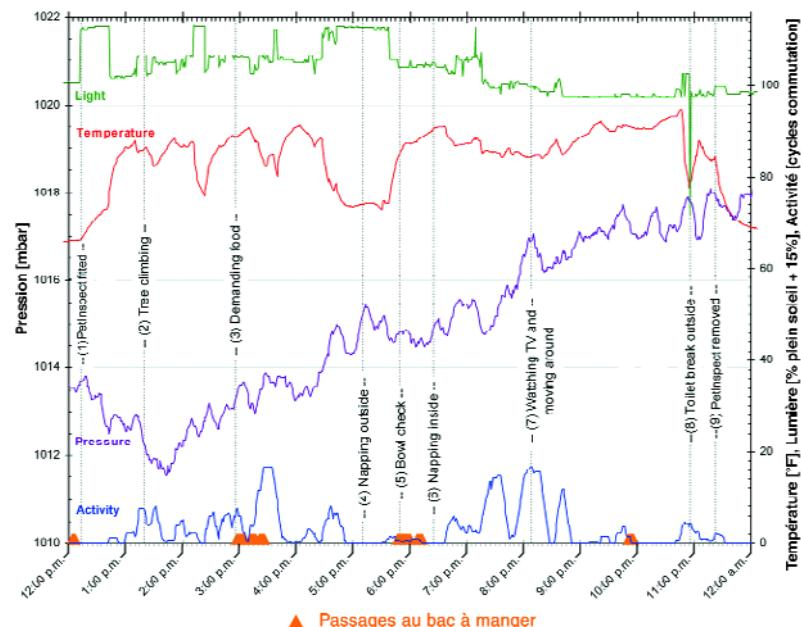

Figure 2. En téléchargeant les données et en les transformant en graphiques dans un tableau, vous pouvez visualiser ce qui se passe pour votre animal.
chargeant une fois par semaine, vous pouvez obtenir des courbes continues pendant la durée de vie de vos piles – deux mois et demi en général. La **figure 2** montre les résultats transmis par un PetInspect porté par Elmo, résultats couvrant une demi-journée avec des intervalles de saisie d'une minute.
Même lorsque le cœur du microcontrôleur est arrêté, l'interrupteur alimente deux compteurs-minuteurs. Le premier est cadencé par l'interrupteur câblé entre la terre et une résistance de forçage connectée à V_{dd} qui fournit le nombre de cycles d'interruption par minutes. Le deuxième minuteur sert de porte logique à l'horloge en temps réel à quartz de 32 kHz vers un autre compteur pour calculer le « pourcentage de fermeture », c'est-à-dire le pourcentage de temps pendant lequel l'interrupteur reste en position fermée. La figure 2 montre une activité accrue quand Elmo était à l'origine de la plupart des événements observés durant la journée – sauf pendant ses siestes !
Dans la figure 2, l'événement (2) montre Elmo grimpant à un arbre. On voit distinctement une baisse provisoire de pression lorsqu'elle est dans l'arbre, suivie d'une rapide augmentation lors de son retour vers le sol. Les variations mineures le long de la courbe sont
Dans la figure 2, lorsque Elmo faisait sa sieste au-dehors (4), il y avait une plus grande quantité de lumière incidente et une température plus basse avait été enregistrée. Les changements soudains de température enregistrés par l'unité s'affichent de manière exponentielle, même en présence de faibles fluctuations. Par exemple, quand le PetInspect a été ôté d'Elmo (9), la température enregistrée s'est effondrée de cette manière brutale, mais on peut le voir aussi, quoique avec une définition plus faible, lorsque Elmo sort de la maison juste avant sa sieste à l'extérieur (4) et à nouveau lorsqu'elle rentre dans la maison pour son repas à 18 heures (5).
La photorésistance LDR (*light dependent resistor*) est un bon indicateur intérieur/extérieur. Dans la figure 2, j'ai ajouté 15 % aux lectures de lumière uniquement pour éviter que les résultats de l'intensité de lumière ne se superposent aux données de température. Comme l'intensité de la lumière varie fortement selon les changements d'orientation et d'ombrage, la lecture moyenne est un très bon indicateur pour déterminer la localisation intérieure ou extérieure pendant la journée. Une enceinte semi-opaque autour du PetInspect aide à diffuser la lumière sous tous les angles, réduisant ces fluctuations, voir la **figure 5**.
Dans la figure 2, la sieste à l'exté-